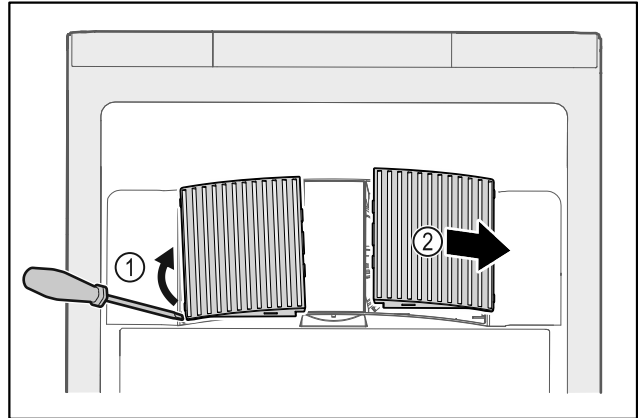

Fig. 144
- ▶ Ventilatorafdekkingen voorzichtig aan de zijkant eruit halen Fig. 144 (1) en naar de voorkant toe verwijderen Fig. 144 (2).